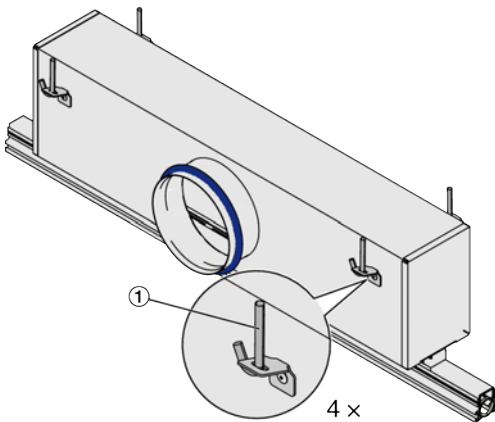

Abb. 2: Anschlusskasten
1. ▶ Befestigungselemente, z. B. Seile, Abhängerdrähte, Schnellspann- oder Noniusabhänger (Abb. 2/1) an der Decke befestigen.